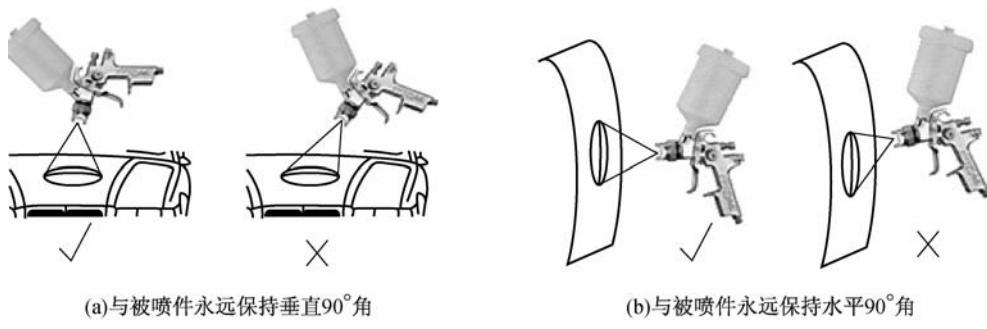

图 8-49 喷枪与被喷件永远保持 90° 角
(3) 角度控制。喷枪与被喷件永远保持 90°角, 如图 8-49 所示。无论被涂面是平面、垂直面、斜面还是侧面, 喷枪应始终与被涂面保持垂直。若喷涂角度不正确或喷枪移动呈曲线状, 将会导致喷幅与被涂面的角度变化, 同时也会使喷枪与被涂面的距离不等, 而使产生的